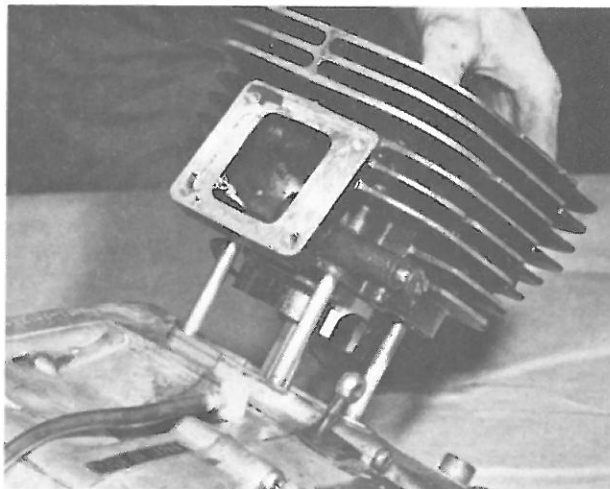

Bild 119
- Sind beide Kolbenringe in der Bohrung, Lappen aus der Gehäuseöffnung entfernen und Zylinder vollends aufschieben, bis er (ohne flüssige Dichtung) auf seiner Fussdichtung aufsitzt (Bild 119).